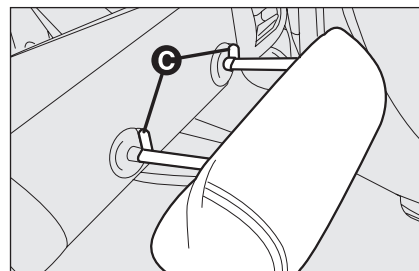

fig. 30
- appuyer sur les touches **C-fig. 30** (placées à côté des deux soutiens des appuis-tête) puis enlever les appuis-tête en les défilant vers le haut.